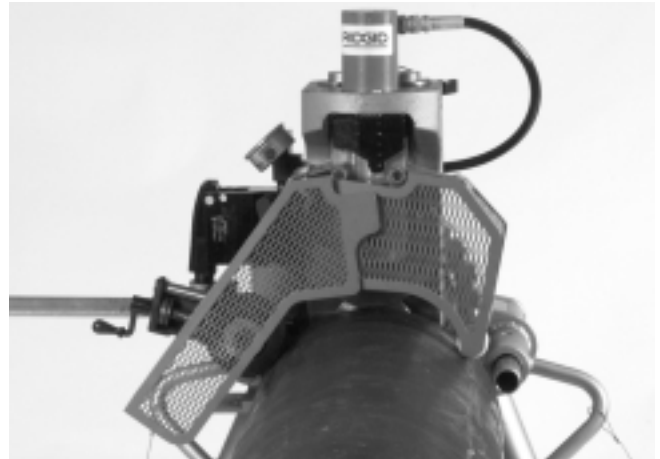

Figura 14 – Cubiertas en posición de funcionamiento
2. Cuando se aplica presión sobre el cilindro hidráulico y el rodillo superior se encuentra en posición de ranurado, las cubiertas deben encontrarse cerradas en la posición de funcionamiento, como se muestra en la *Figura 14*. La cubierta del lado del operario se moverá hacia dentro y hacia fuera según el movimiento del estabilizador.